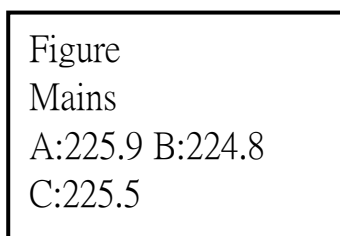

Рис. 4 Данные по основному входному напряжению
- 5) Для просмотра подробных рабочих данных следует выбрать и подтвердить элемент «Figure». Здесь содержатся данные о входном/выходном напряжении переменного тока, данные по инвертору, аккумуляторам, шине постоянного напряжения, параллельном соединении, температуре. См. Рис. 4~12.